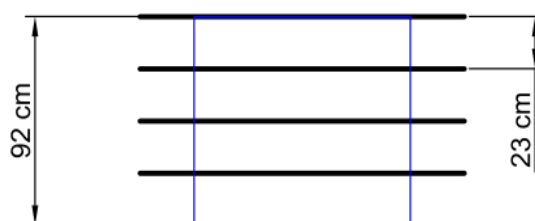

Figura 2. Zona central de cubierta
- En la zona central de cubierta, se colocarán un mínimo de 4 cordones por ancho de ChovATERM (92 cm) quedando una distancia máxima de 23 cm entre cordones. Ver figura 2.